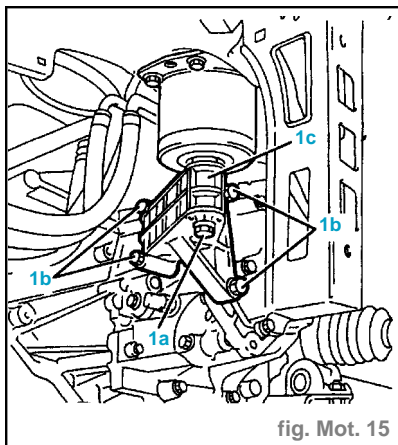

fig. Mot. 15
- Dévisser la vis (1a) et les vis (1b) et déposer le support rigide du côté de la boîte de vitesses du groupe motopropulseur (1c) (fig. Mot. 15).
- Reposer le support rigide du côté de la boîte de vitesses du groupe motopropulseur et le fixer à la boîte de vitesses à l'aide des vis. Serrer à **4,2 - 5,1 daN.m** (fig. Mot. 15).